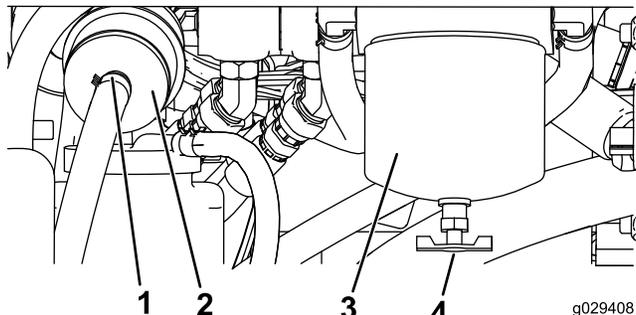

Рисунок 48
1. Найдите топливный фильтр на задней стороне двигателя (Рисунок 48) и поместите под него чистую емкость.
1. Найдите топливный фильтр на правой стороне двигателя (Рисунок 48) и поместите под ним чистую емкость.
2. Очистите область крепления стакана фильтра (Рисунок 48).
3. Снимите стакан фильтра и очистите монтажную поверхность (Рисунок 48).
5. Вверните стакан фильтра вручную в монтажное отверстие. После соприкосновения прокладки с монтажной поверхностью доверните стакан еще на пол-оборота (Рисунок 48).
6. Поместите встроенный фильтр под коробкой топливного фильтра (Рисунок 48) и отметьте направление стрелки потока на боковой стороне встроенного фильтра.
7. Ослабьте хомуты на обоих концах проходного фильтра и отсоедините от него шланги (Рисунок 48). Удалите в отходы фильтр.
8. Наденьте шланги на концы нового фильтра (Рисунок 48), убедившись в том, что стрелка на фильтре показывает в ту же сторону, что и стрелка на старом фильтре.